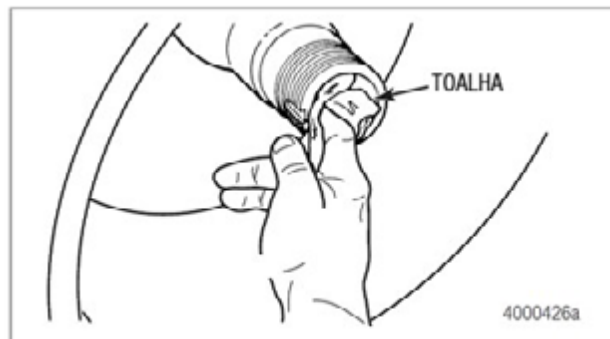

Figura 2.18
19. Use a mesma toalha para limpar os contaminantes de um furo da ponteira do eixo como poeira de usinagem, sujeira e lubrificante em sua extremidade. Proteja o furo, limpo de contaminantes adicionais. Figura 2.18.